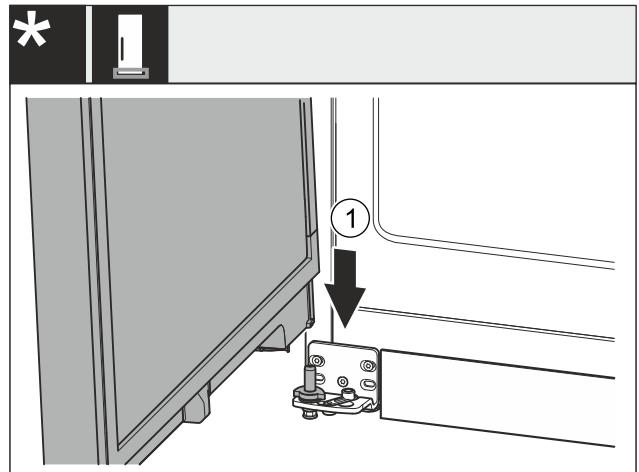

Fig. 44 \*
- Tür von oben auf den unteren Lagerbolzen Fig. 44 (1) aufsetzen.\*